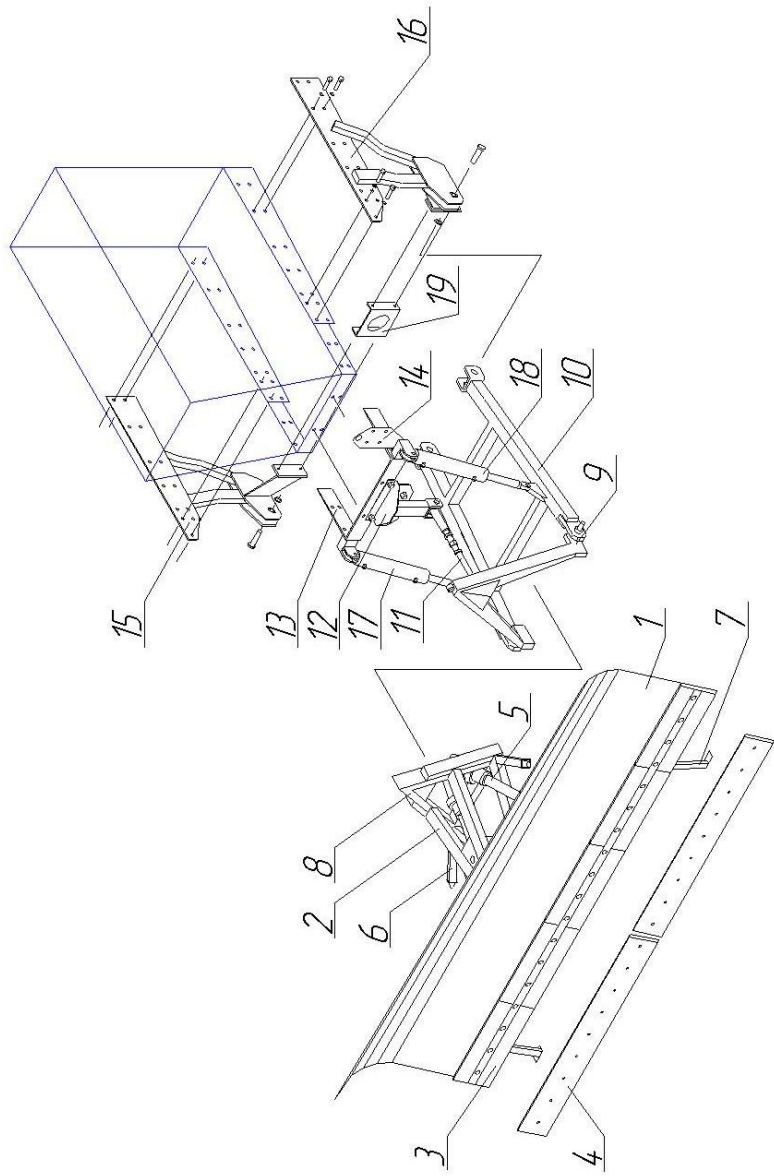

Рисунок 1. Устройство и схема сборки СО-2.5
1. С бруса переднего трактора снять имеющуюся серьгу и установить скобу 13 и серьгу 12 (рис.1) при помощи болтов М16 из